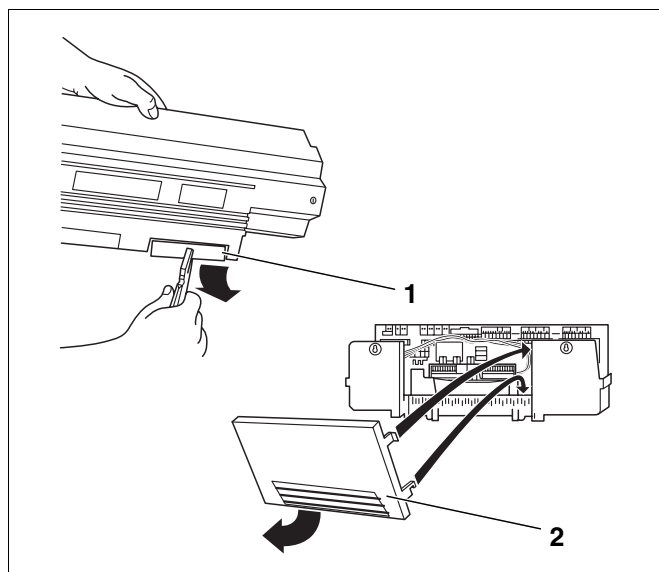

Рис. 28 Подготовка кабельного прохода
- Отломить заглушку (рис. 28, поз. 1), если это необходимо, на задней стенке кабельного прохода (Logamatic 4xxx) или снять часть задней стенки (Logamatic 4xxx) (рис. 28, поз. 2).